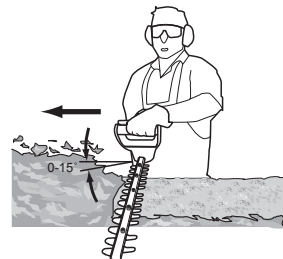

Fig. 10
8. Una vez cortados los laterales, proceda a la parte superior. Intente mantener el dispositivo de corte en un ángulo de aproximadamente 15° con respecto a la superficie de corte (Fig. 10).